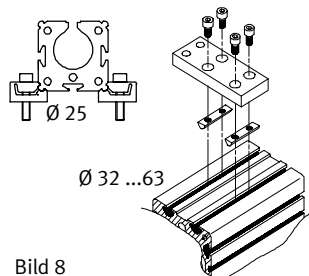

Bild 8
1. Placera profilfästena vid DGPI(L)-... enligt Bild 8.